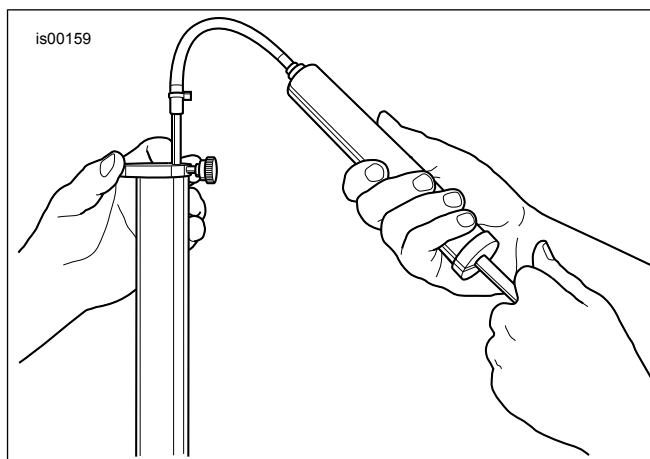

Figura 7. Rimozione dell'olio in eccesso della forcella
14. Vedere Figura 7. Regolare il livello dell'olio nella forcella, in modo che si trovi a 120 mm (4.72 in) dalla sommità della canna della forcella con la canna compressa e la molla principale rimossa. Procedere come segue.
15. Installare la molla principale (1) nella canna del fodero (E) con le volute più fitte verso il basso.
16. Installare la rondella elastica (S) e poi il collare della molla (T) (dalla forcella originale).
17. Installare il tappo della canna del fodero (A) e l'anello di tenuta O-ring (B) sulla parte superiore della canna del fodero. Serrare il tappo ad una coppia di 29,9–80 N·m (22–59 ft-lbs).